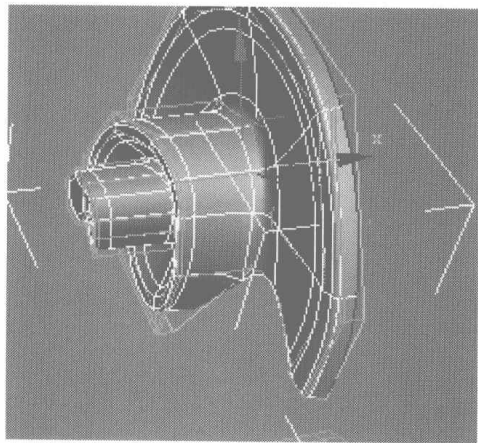
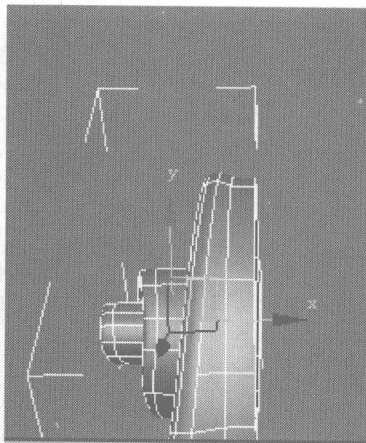
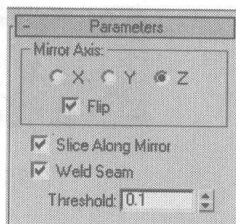
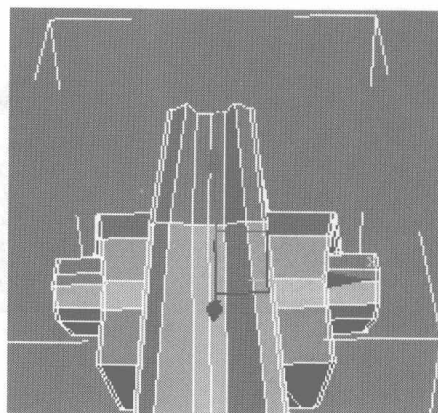

图 5.197
图 5.198
图 5.199
图 5.200
- 10 选择如图 5.197 所示的曲线，按住 Shift 键向外拖动，复制出如图 5.198 所示的边沿。关闭细分，在 修改面板的下拉菜单中选择 **Symmetry** 选项，在 **Parameters** 卷展栏中设置如图 5.199 所示参数，对称结果如图 5.200 所示。在 **Symmetry** 选项上单击右键，在弹出的快捷菜单中选择 **Collapse All** 选项，塌陷所选命令。